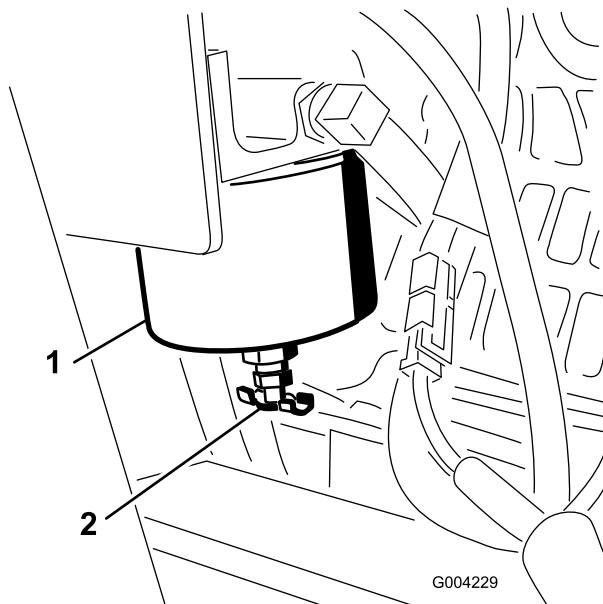

Figura 37
Spurgare ogni giorno l'acqua o altri agenti contaminanti dal filtro del carburante/separatore d'acqua (Figura 37).
1. Individuare il filtro carburante sul lato destro del motore (Figura 37) e posizionare un recipiente pulito sotto di esso.
1. Pulire la superficie circostante la scatola del filtro (Figura 37).
2. Togliere la scatola del filtro e pulire la superficie di appoggio (Figura 37).
appoggio, poi ruotarla per un altro 1/2 giro (Figura 37).